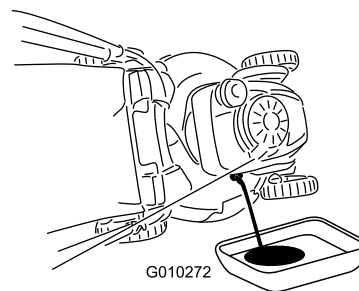

Figura 40
7. Inclinate la macchina sul fianco, con il tubo di riempimento dell'olio in basso, per vuotare l'olio usato attraverso il tubo di riempimento in una bacinella di spurgo (Figura 40).